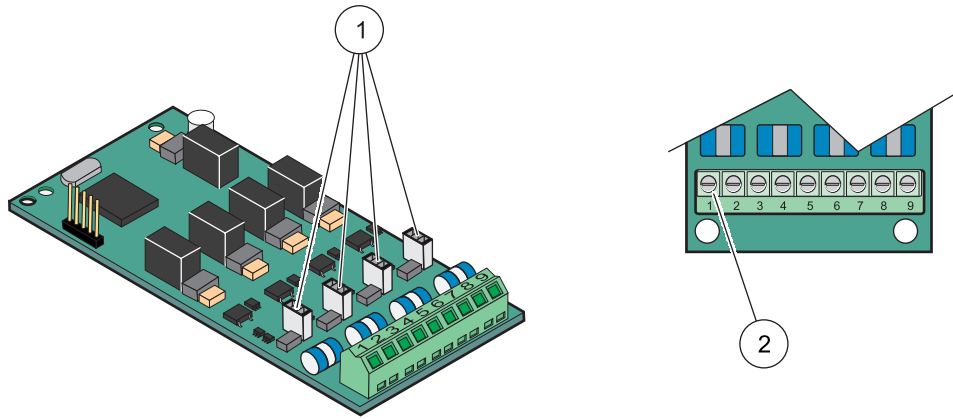

图 22 输入卡 (YAB018) 接线和跳接开关设置
4. 电线穿过组件底部, 正确剥线后, 根据图 22 和表 5 将每根线插入终端。每次插入后轻轻拔一下, 确保连接可靠。